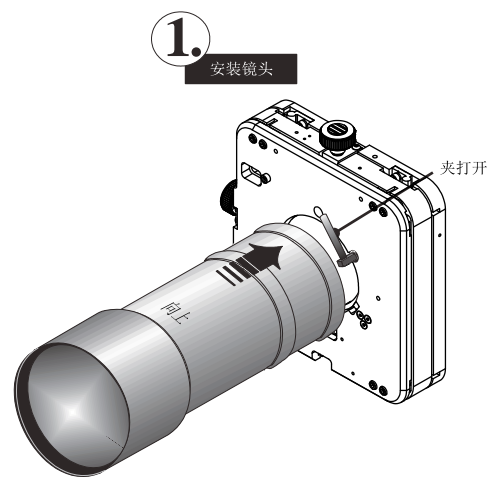

图 2-11 打开镜头夹并插入镜头
2. 将镜头夹转到 OPEN（打开）位置。请参阅图 2-11。